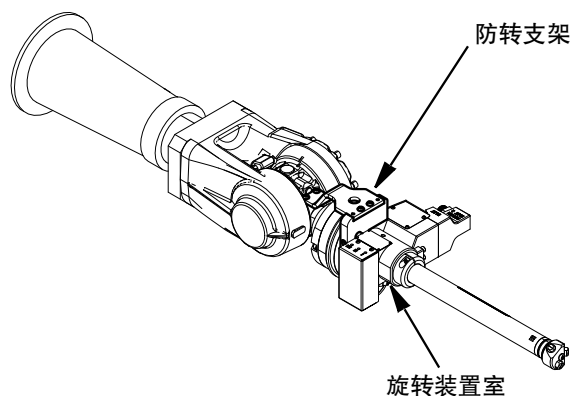

FIG. 3
将 Switch 3D 喷枪安装到机械臂上之后，必须使用六角头螺丝将防转支架连接到旋转外壳 (619) 和机械臂上的固定点。防转支架的确切安装方式将取决于所使用的机械臂和套件。安装示例参见 FIG. 3，旋转装置室零配件参考参见第 28 页。